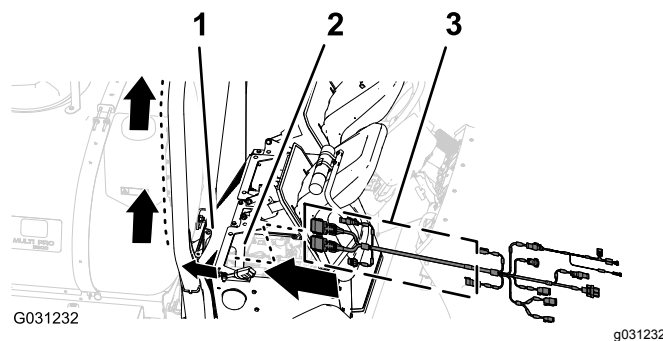

Figura 157
1. Passe a secção com 390 cm da cablagem dos dados para o lado direito do compartimento do motor (adjacente ao filtro do ar para o motor) e para trás debaixo do lado direito inferior do resguardo traseiro do motor (Figura 157).